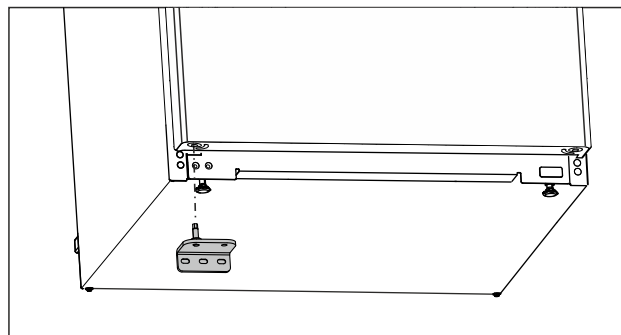

Fig. 17
- Sätt in undre lagerbocken på motsatta sidan. (se Fig. 17)